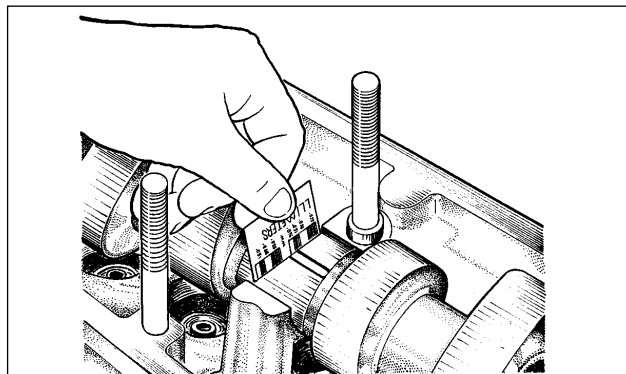

Abb. 2-64. Messen der Spalt zwischen den Nockenwellenzapfen und Lagerrahmen
- Lagerrahmen wieder ausbauen und je nach dem Zusammenquetschen des Drahtes das vorhandene Spiel ausmessen (Abb. 2-64).